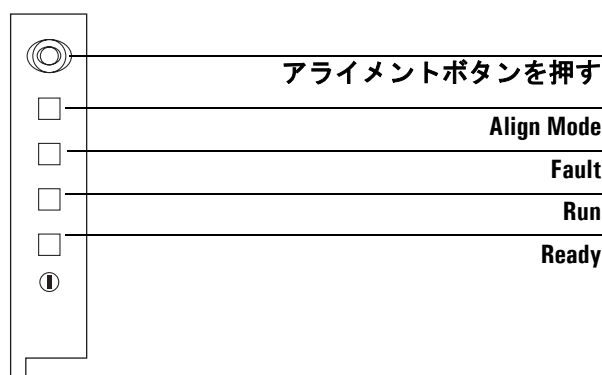

図 50. タレットをアライメントする
5. ペンの先で表示ライトの上に付いているアライメントボタンを押してからドアを閉じます。図 50 を参照してください。